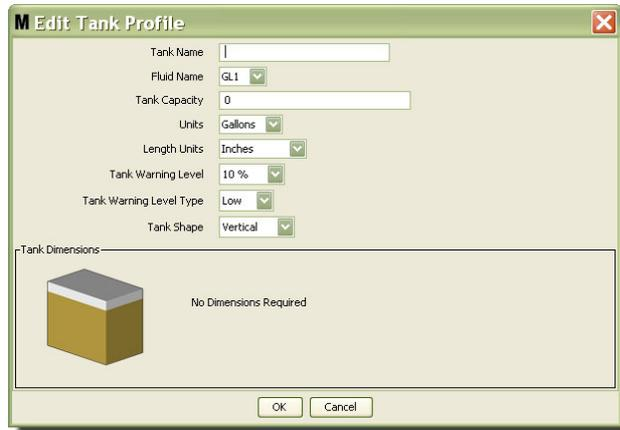

FIG. 101
3. È visualizzata la schermata Edit Tank Profile (Modifica profilo serbatoio) mostrata nella FIG. 101.